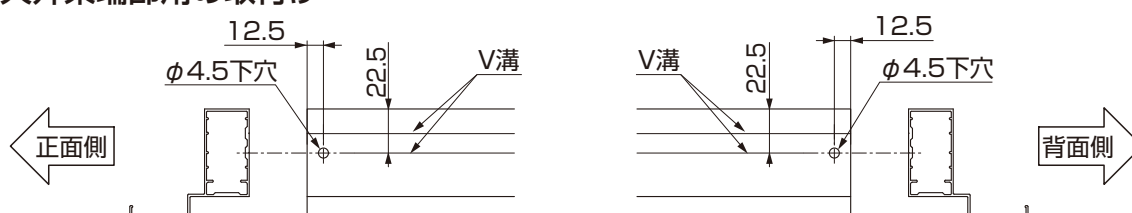

図6-11 天井梁端部用の加工
- ①天井梁端部用の両端部にφ4.5の下穴をあけてください。(図6-11参照)